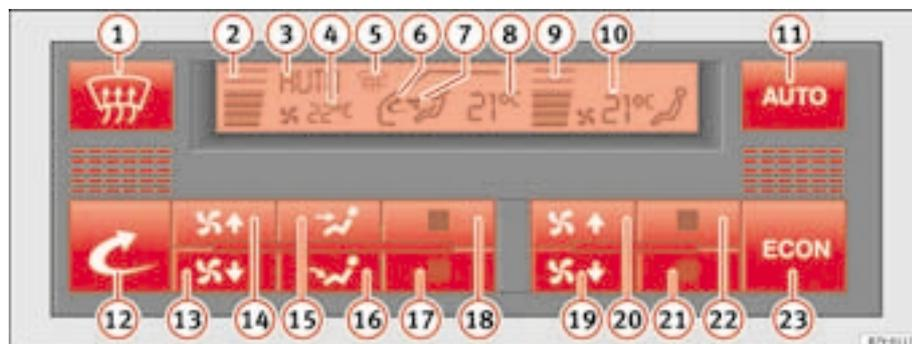

Abb. 118 Ausschnitt aus Instrumententafel: Bedienelemente Climatronic
- Drücken Sie die jeweilige Taste ⇒ Abb. 118, um eine Funktion ein- oder auszuschalten.